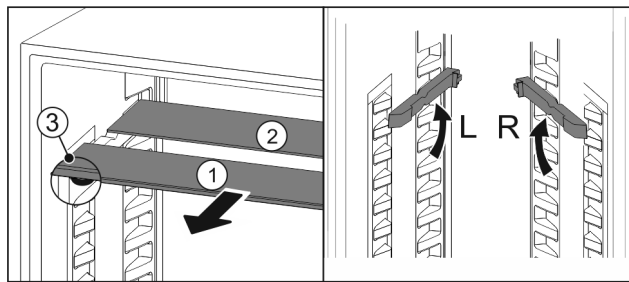

Fig. 87
- Retire las planchas de cristal individualmente hacia delante Fig. 87 (1).
- ▷ La placa de vidrio Fig. 87 (1) con moldura está situada delante.
- ▷ Los topes Fig. 87 (3) miran hacia abajo.